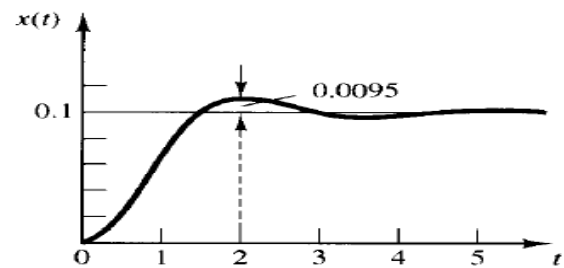

Fig.3. Réponse indicielle du système mécanique
2. A partir de la Fig.3, illustrant la réponse du système à un échelon $f(t) = 2N.m$, déterminer les valeurs numériques des paramètres du système (k, m, b).